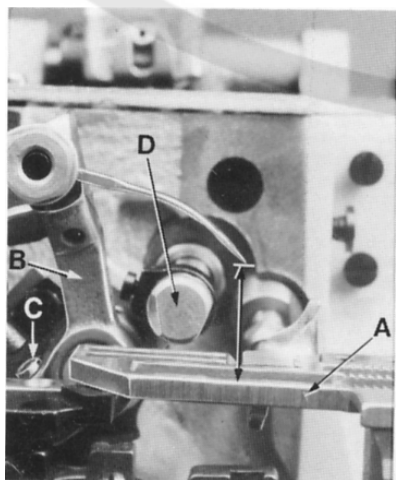

FIG. 3
With throat plate assembled in position, needle should center in the front end of needle slot. When needle is at its highest position, needle point should be set between 17/34" - 35/64" (13.5 - 14mm) above the throat plate (A, Fig. 3). For this adjustment gauge G21227F can be advantageously used. To align the needle or to set the height above the throat plate, move needle driving arm (B, Fig. 3) by loosening clamp screw (C).
Con la plancha de la aguja en su sitio, la aguja debería entrar en el centro de su hueco en la plancha de la aguja. Cuando la aguja se encuentre en su punto muerto superior, la punta de la aguja debería encontrarse a una distancia de 17/34" a 35/64" (13,5 mm - 14 mm) encima de la plancha de la aguja (A, Fig. 3). Para este ajuste se puede utilizar el calibrador G21227F. Para alinear la aguja o para ajustar su distancia a la plancha de la aguja, suelte el tornillo (C, Fig. 3) y ajuste la palanca (B) de la aguja adecuadamente.
If resetting is necessary, do it by shifting the upper looper holder (D, Fig. 3) in its shaft to the right or to the left.
Si hace falta un reajuste, se puede lograrlo moviendo el porta-looper (D, Fig. 3) en el eje del looper hacia la derecha o hacia la izquierda.